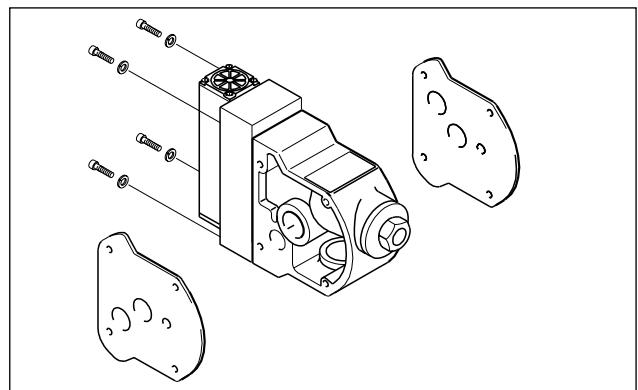

Fig. 18: Montagem da válvula de comando externa
- Desapertar os quatro parafusos de fixação no bloco de comando. Agora é possível retirar a completa válvula de comando, incluindo o comando piloto. Isto também é possível sem desmontar previamente a bomba (Fig. 18).